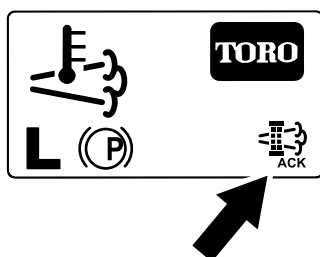

Figura 57
8. O InfoCenter apresenta o Ecrã inicial e o ícone de confirmação da regeneração (Figura 57) surge no canto inferior direito do ecrã enquanto a regeneração é processada.